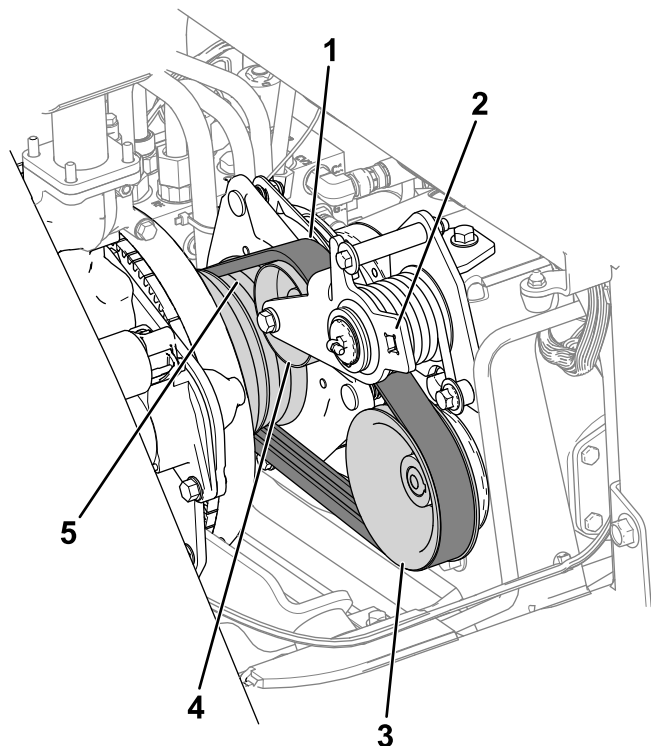

図 74
3. もう一人がベルトを、エンジンプーリ、アイドラプーリ、ポンププーリに取り付ける 図 74。